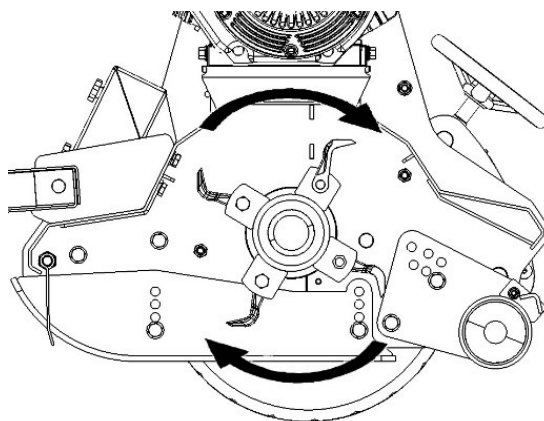

Abb. 4. Drehrichtung der Schlegelmesser
- die Mutter (1) abschrauben und die Befestigungsschraube (2) herausnehmen,
- das Schlegelmesser (3) gegen ein neues austauschen, dabei auf die korrekte Montage der Schneidkante achten, damit diese der Drehrichtung der Welle entspricht (Abb. 4),